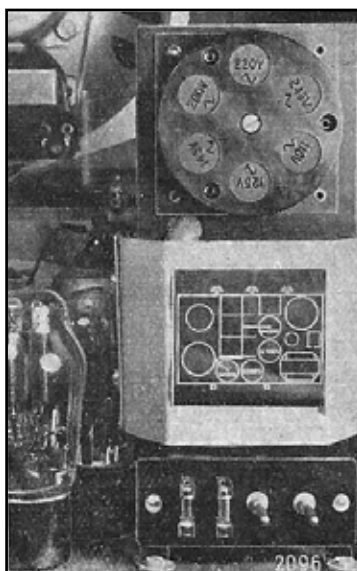

Abb. 19. (links)
**Nora** baut neben dem Einkreis-Zweier einen Drei- und einen Vierröhren-Empfänger, den ersteren als Geradeaus-, den letzteren als Superhetgerät. Alle drei Geräte werden auch mit eingebautem Schallplattenlaufwerk geliefert, und zwar ist dieses beim Zwei- und Dreiröhrengerät oben untergebracht; man klappt einen Deckel hoch, um heranzukönnen. Beim Vierer ist das Laufwerk dagegen unten eingebaut (Abb. 19); man braucht nur eine Klapptür nach unten zu öffnen, um an ihr den Schallplattenteil herauszuschwenken. Diese Kombinationen werden sicher viel Freunde finden, zumal gerade die des Vierröhren-Empfängers, der – in flacher Form ausgebildet – auch architektonisch sehr reizvoll ist.